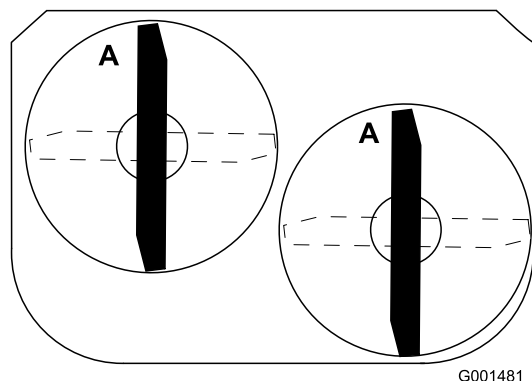

Figura 54
3. Gire las cuchillas hasta que los extremos estén orientados hacia adelante y hacia atrás (Figura 54).